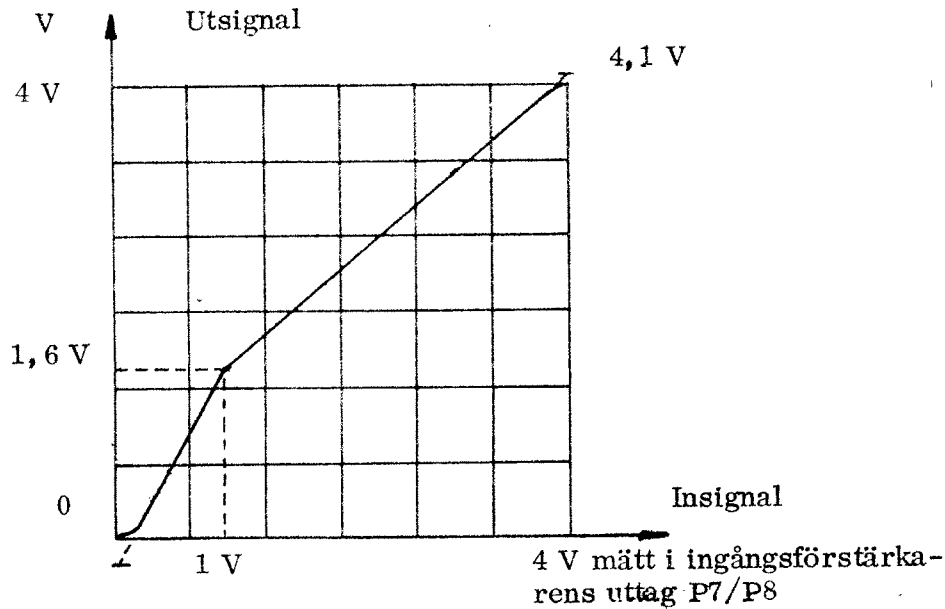

Bild 3
4.15.2.6 Anslut åter signalen och justera med potentiometrarna R5-, R6- och R7/U3 tills brytpunkt och lutning överensstämmer med bild 3. Potentiometrarnas placering, se bild 4.